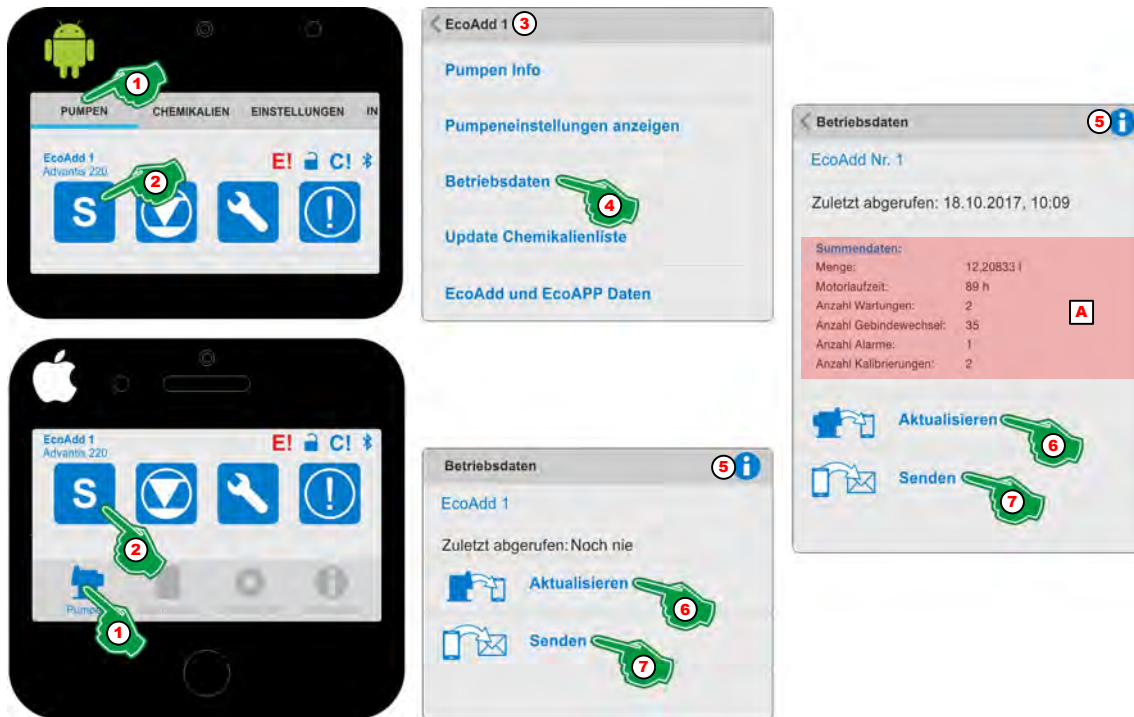

Abb. 27: Betriebsdaten anzeigen
1. ▶ Menü [Pumpen] (Abb. 27, Pos. 1) auswählen.
2. ▶ „Dosiermodus“ Symbol (Abb. 27, Pos. 2) auswählen.
3. ▶ Zur Kontrolle, von welcher Pumpe derzeit Daten angezeigt werden auf die Kopfzeile (Abb. 27, Pos. 3) achten, in der die ausgewählte Pumpe angezeigt wird.
4. ▶ [Betriebsdaten] (Abb. 27, Pos. 4) auswählen.
5. ▶ Durch Auswahl des [Info] ⓘ Symbols (Abb. 27, Pos. 5) erscheint folgende Information:
6. ▶ [Aktualisieren] (Abb. 27, Pos. 6) auswählen.
⇒ „EcoAPP“ ruft die Daten von der Dosierpumpe „EcoAdd“ ab und stellt diese unter der Anzeige „Zuletzt abgerufen“ dar (Abb. 27, Pos. A).
7. ▶ [Senden] (Abb. 27, Pos. 7) auswählen.